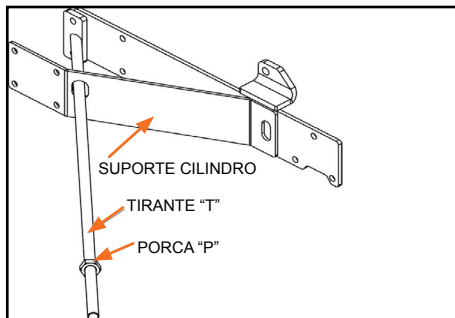

Figura 23
b) Coloque uma das porcas “P”, até o final da rosca, em cada tirante esquerdo e direito, (Figura 23).